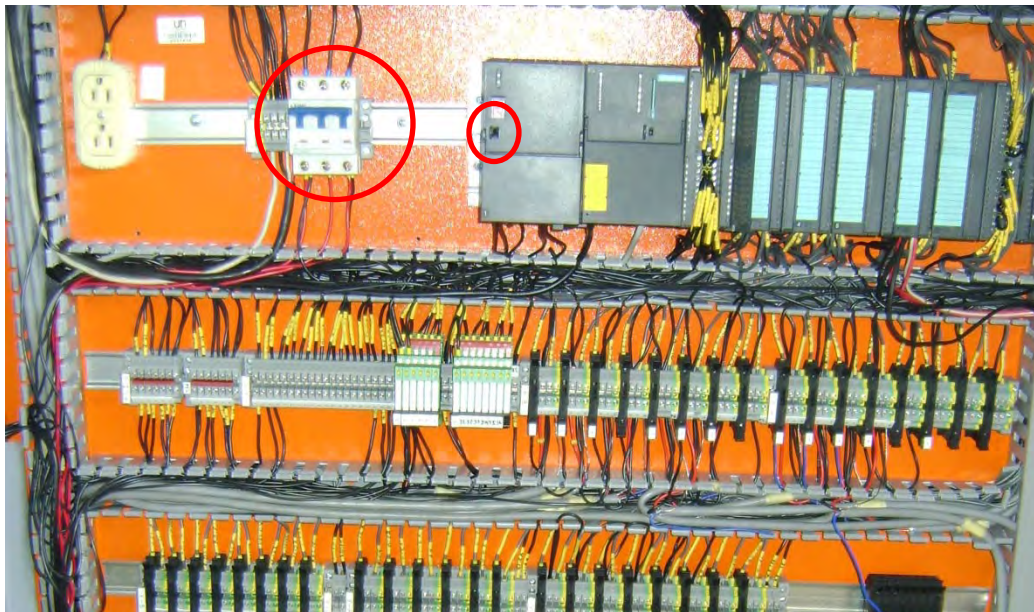

Figura F.1 Fotografía del Breaker y del PLC en el tablero de control
- ✓ Encender el PLC, para esto hay que abrir el tablero de control, subir el breaker, el cual alimenta todo el tablero, y subir una pequeña palanca de color negro para prender el PLC, inmediatamente se encienden unos leds en el PLC de forma intermitente hasta que finalmente queda en verde el led que dice *RUN*. Esto indica que el PLC está listo para trabajar, en la figura F.1 se puede ver una fotografía del tablero de control que indica la posición del breaker y del PLC.